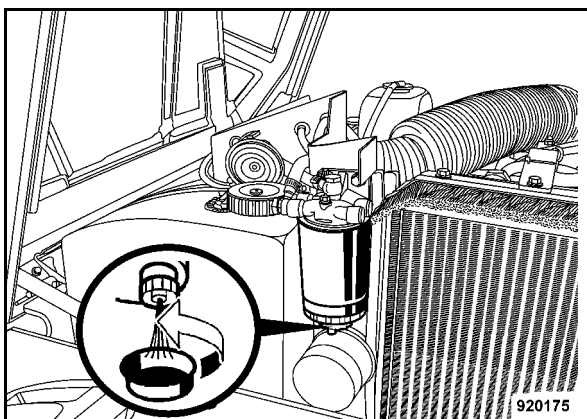

Fig. 91
- Allentare la vite di scarico (Fig. 91) di alcuni giri e raccogliere il carburante / l'acqua che fuoriescono.